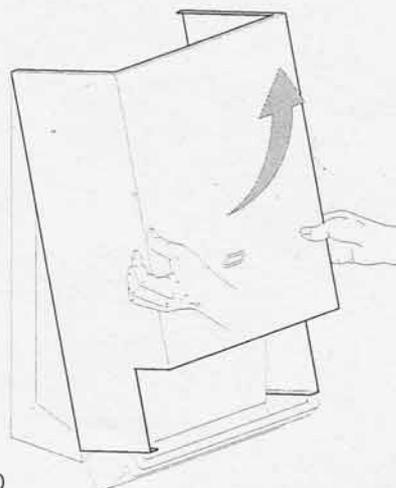

fig.10
- spostare in avanti il mantello (fig.10),
- muovere il mantello verso l'alto liberandolo dai ganci superiori (fig.10).